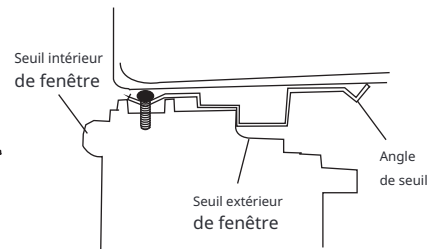

Fig.12
2. Placez l'armoire dans la fenêtre avec l'angle du rebord inférieur fermement assis sur le rebord de la fenêtre comme indiqué. Abaissez temporairement la fenêtre derrière l'angle supérieur pour maintenir l'armoire en place (Fig.12).
Étape 2. Marquez une ligne sur le panneau d'isolation R1 fourni selon une longueur de 1/8 " (3 mm) de moins que la largeur mesurée à l'étape 1, puis coupez le panneau d'isolation R1 le long de la ligne (Fig. 12).